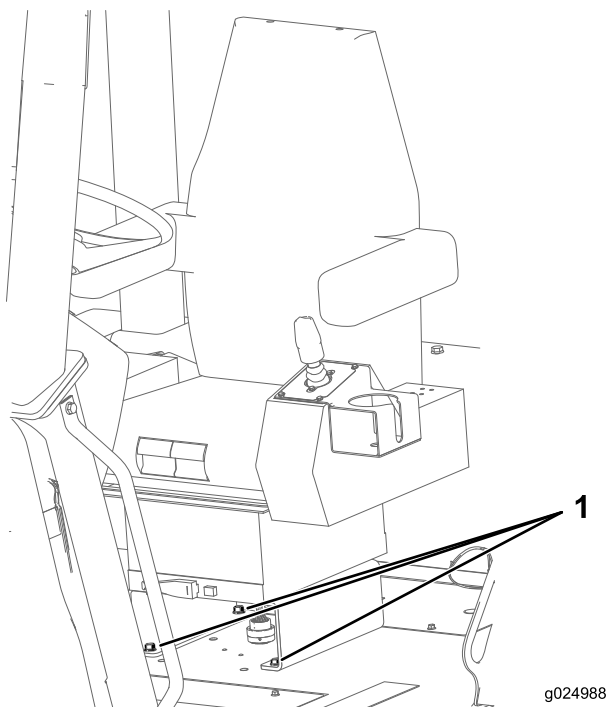

Рисунок 113
1. Проверьте, чтобы болты крепления сиденья к шасси машины были затянуты с моментом от 27 до 34 Н•м (от 20 до 25 фунт-дюймов); см. Рисунок 113.